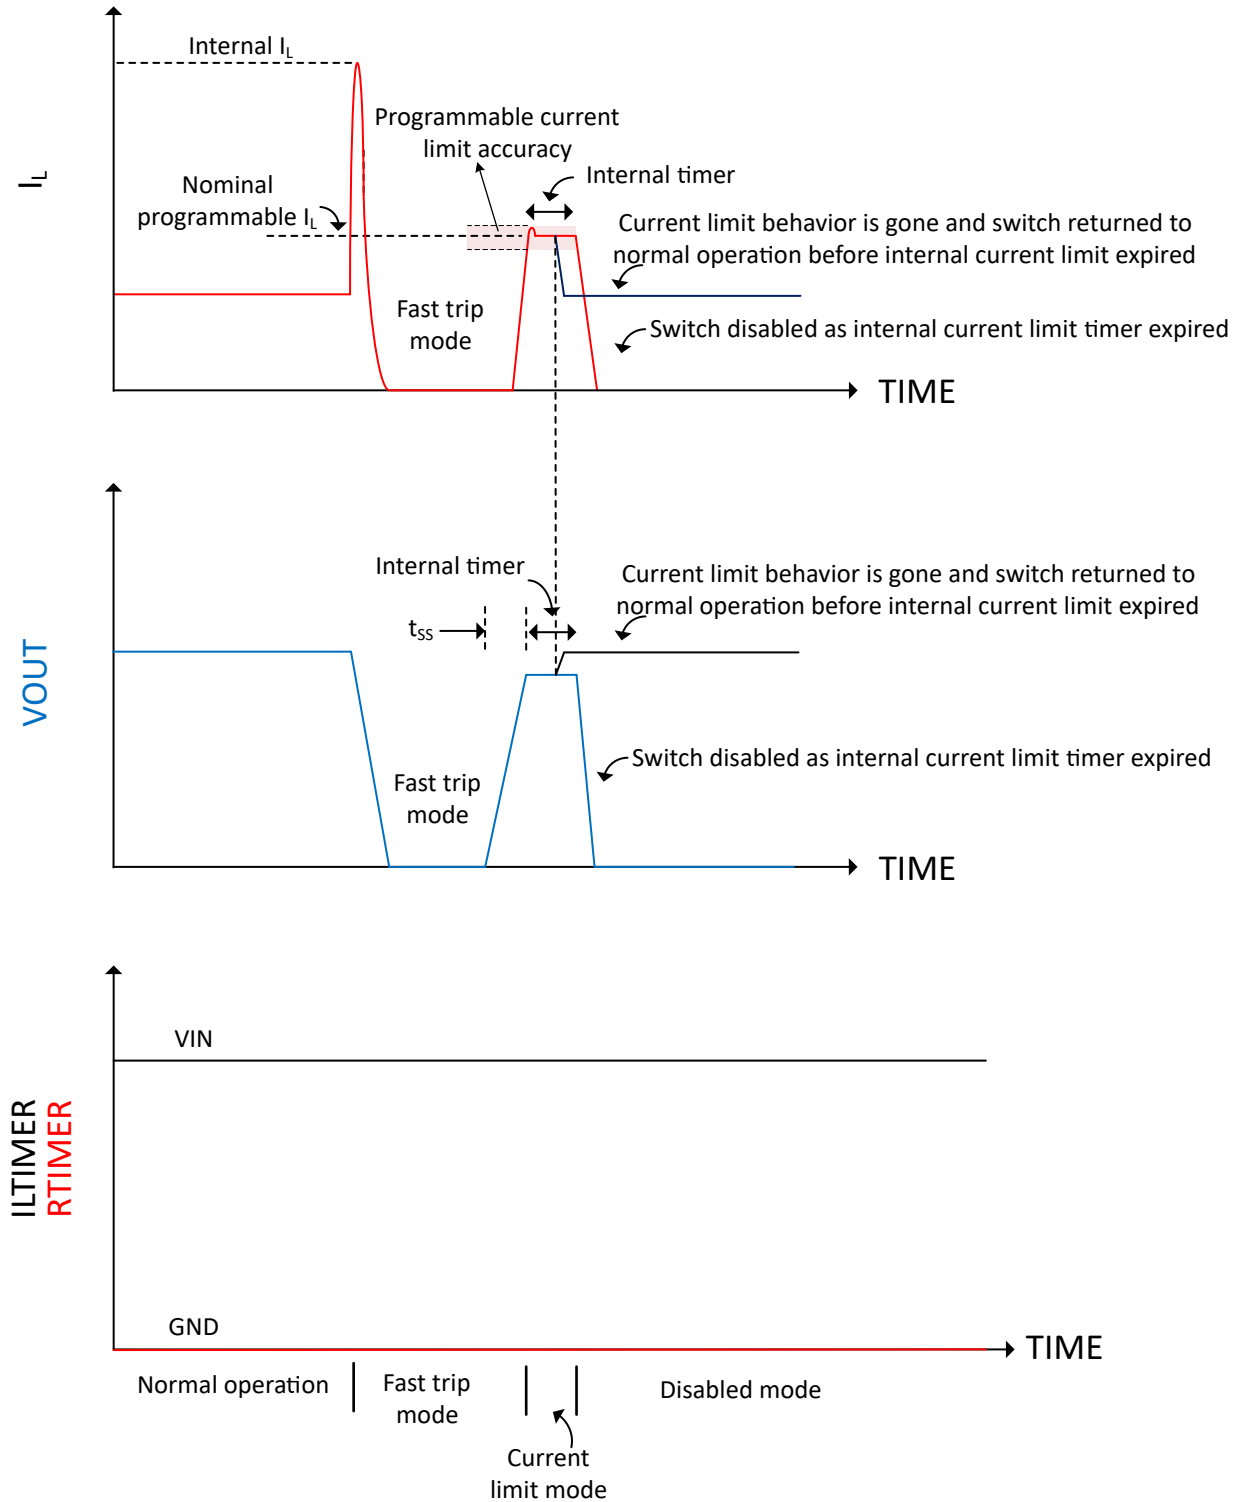

图 8-5. 使用内部电流限制计时器且禁用重试模式的可编程故障计时器运行
- 图 8-5：使用内部电流限制计时器并禁用重试计时器的硬短路事件。
禁用重试模式时，ILTIMER 和 RTIMER 引脚在内部计时器条件下的行为如图 8-5 所示。